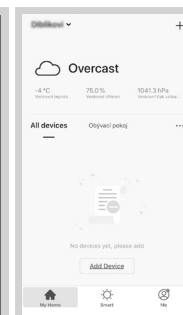

Fig. 7
- Appuyez ensuite sur + ou « Ajouter un appareil » dans l'application (Fig. 7) pour ajouter un nouvel appareil.